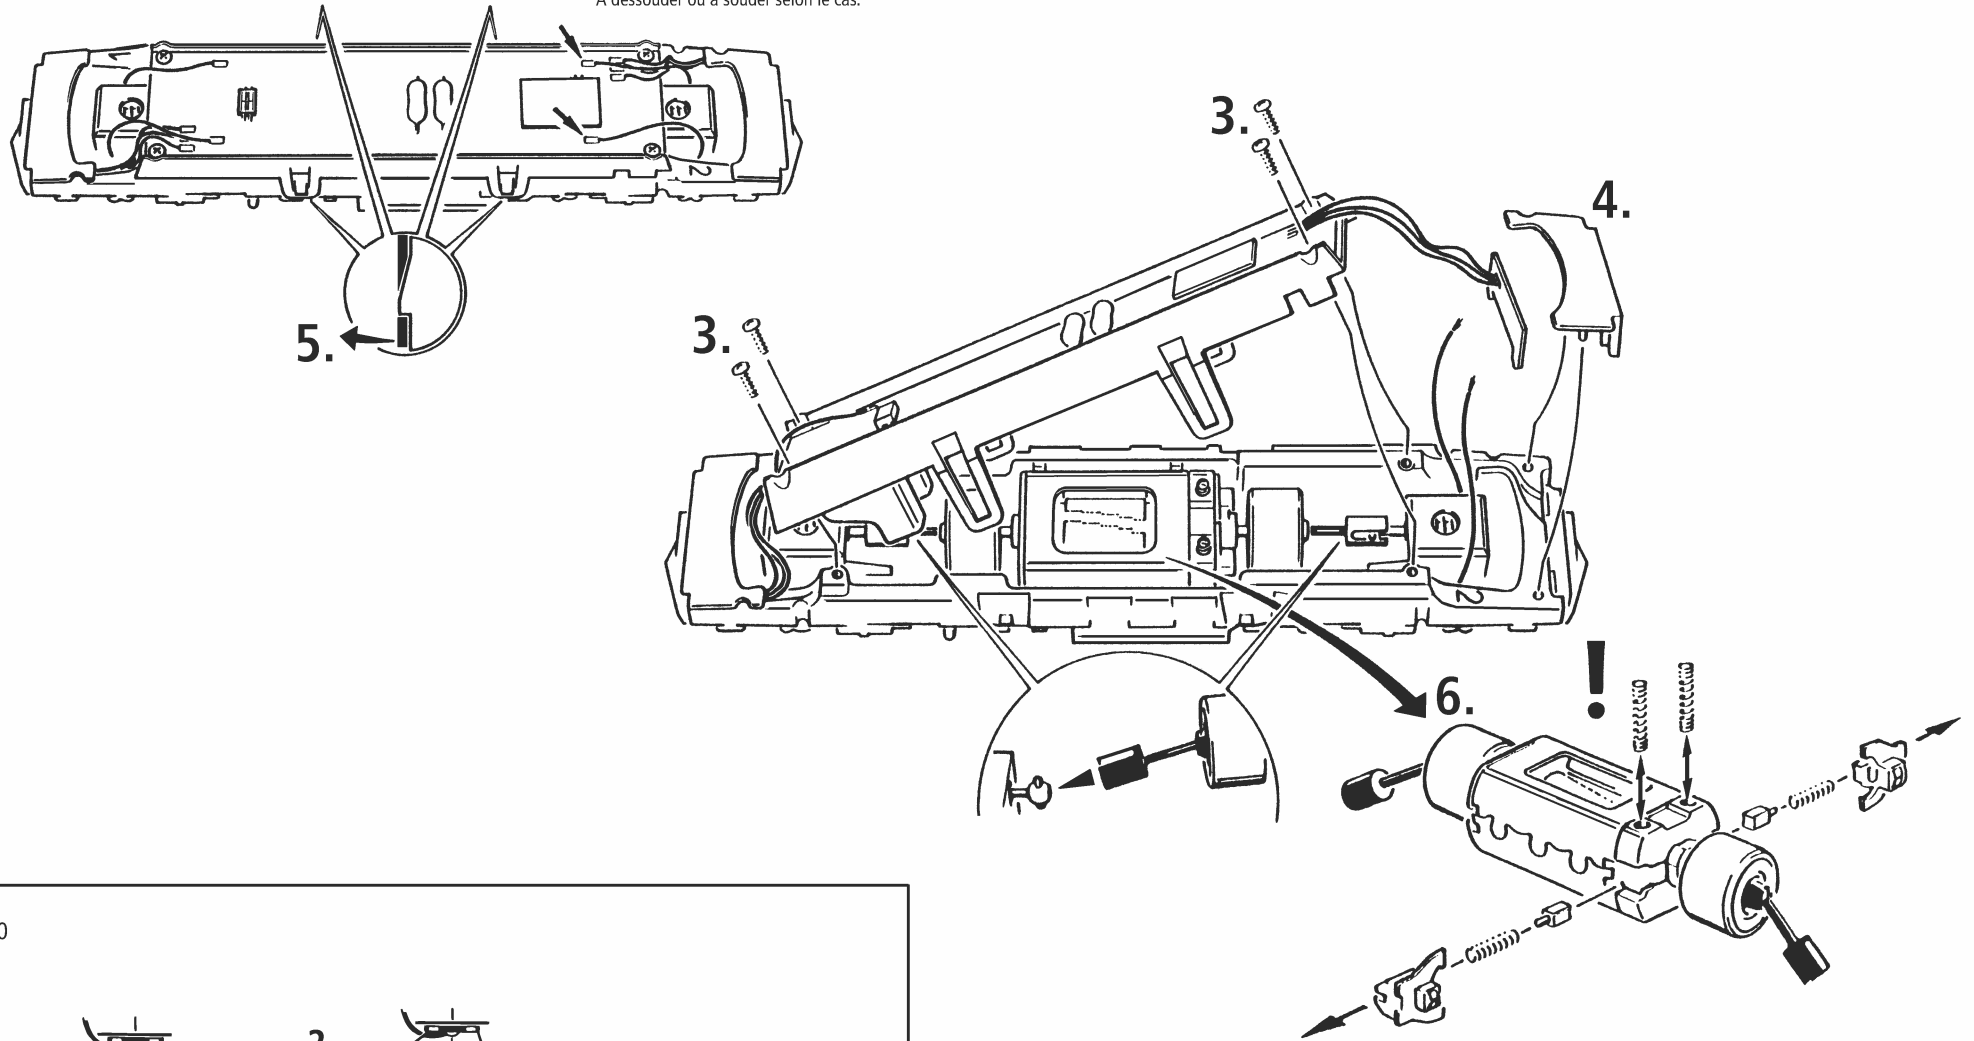

Fig. 10
Ausführung für Wechselstrom: siehe Fig. 10
voir fig. 10
A.C. operation: see fig. 10